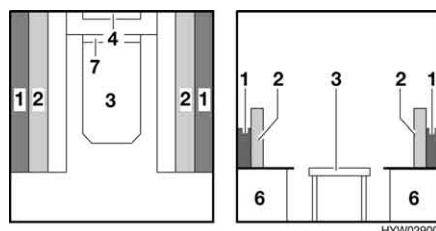

Fig. 41 Durante la trasformazione
- Alzare il piano del tavolo (Fig. 41,3) di circa 45°, sollevarlo dalla guida di supporto superiore (Fig. 41,4) e mantenerlo ad un angolo di 45°.
- Agganciare il piano del tavolo nella guida di supporto inferiore con un angolo di 45° (Fig. 41,7) e deporlo sul pavimento con i puntelli.